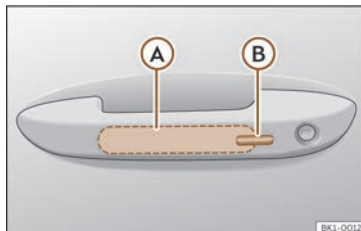

Fig. 76 Mânerul ușii: suprafețele senzorilor.
>>> **fig. 76**
- Atingeți suprafața senzorului (B) >>> **fig. 76** de pe exteriorul mânerului ușii. Toate semnalizatoarele clipesc o dată.
- În interval de 5 secunde, atingeți senzorul din exteriorul mânerului portierei o dată >>> **fig. 76** . Nu apucați mânerul atunci când faceți acest lucru. Astfel se dezactivează temporar sistemul Keyless Access.